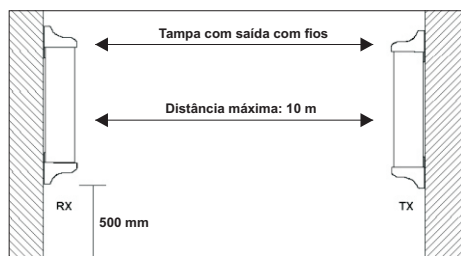

Figura 1
- Fixe as unidades transmissora e receptora alinhadas entre si a uma altura igual ou superior a 500 mm e de modo que a tampa por onde saem os fios fique voltada para cima (figura 1);